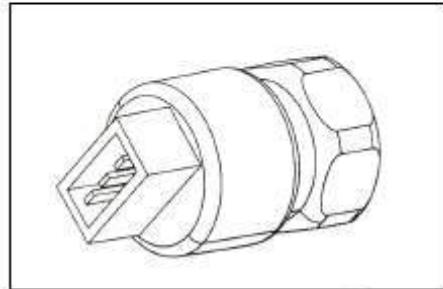

Рис. 71
- 3. Установите датчик скорости автомобиля (см. Рис. 71).**